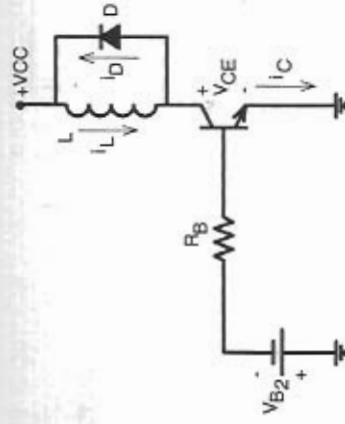

Fig. 5.12: Decrescimento da corrente de coletor.
- 4ª etapa: Decrescimento da corrente de coletor - t_η (Fig. 5.12).